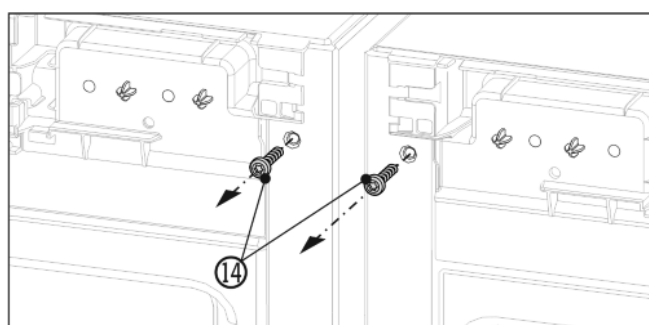

Fig. 6
- Перед монтажом верхнего угла выкрутить оба винта заземления Fig. 6 (14).